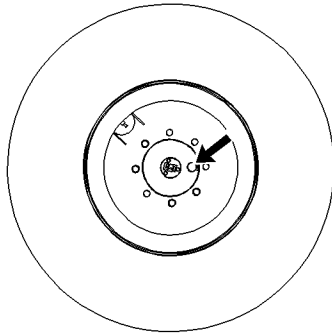

Ilustración 254
4. Mueva la máquina hasta que el orificio del tapón esté en la línea horizontal central de la rueda. La posición correcta se muestra en la ilustración 254.